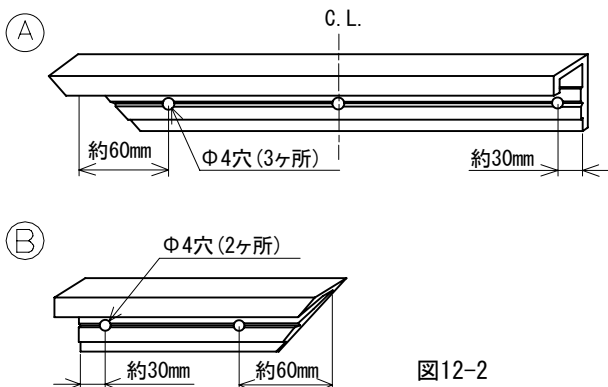

図12-2
- ②見切り部材の所定の位置にφ4の穴を加工してください。(図12-2)